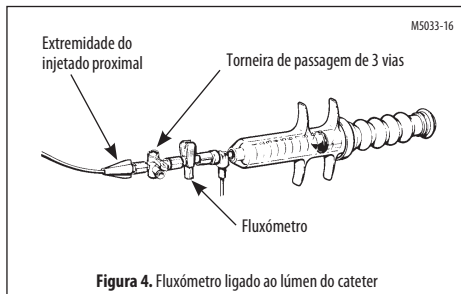

Figura 4. Fluxómetro ligado ao lúmen do cateter
1. Verifique a ausência de ar no percurso do fluido. Fixe a válvula de fluxo/retenção à torneira de passagem do lúmen de injetado do cateter (Figura 4).